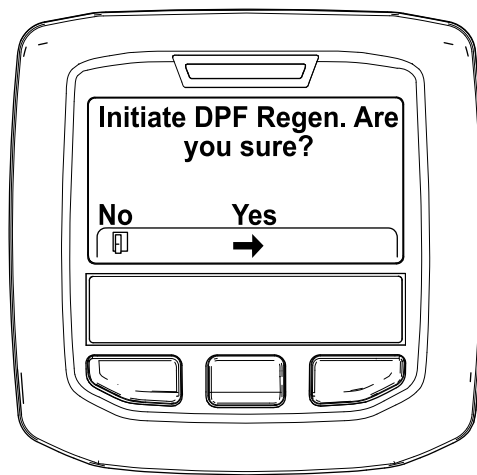

Figura 47
4. Cuando aparezca el mensaje "Initiate DPF Regen. Are you sure?" (Iniciar regeneración de DPF, ¿está seguro), pulse el botón central (Figura 47).